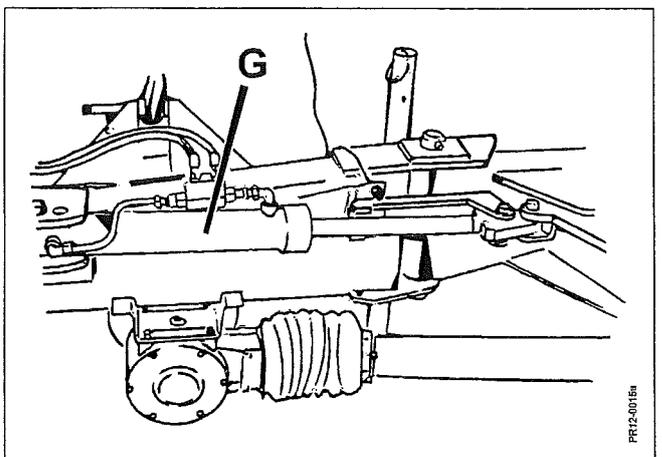

Fig. 2-15
- Fig. 2-15 6) Den Schwenkzylinder **G** an ein doppelwirkendes Steuergerät des Schleppers ankuppeln, das 3-Punkt-Gestänge anheben, und die Maschine in Arbeitsstellung bringen.